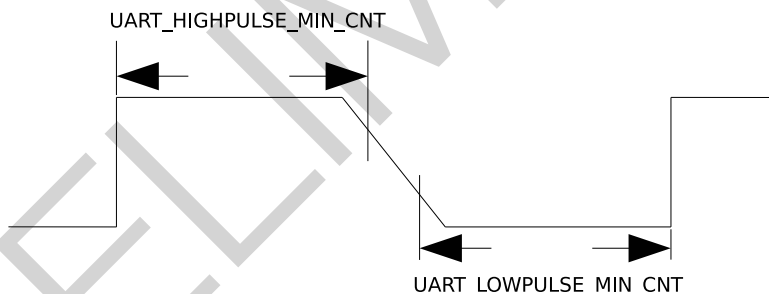

图 24-4. UART 信号下降沿较差时序图
2. 对于 UART 信号的下降沿信号比较差的情况，如图24-4所示，这时通过取 `UART_LOWPULSE_MIN_CNT` 与 `UART_HIGHPULSE_MIN_CNT` 的和平均得到的值不准确，可以通过 `UART_POSEDGE_MIN_CNT` 获取发送方波特率。计算公式如下：